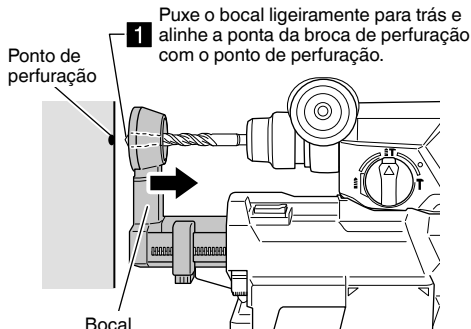

Fig. 10
- (1) Segure o bocal com a mão e puxe-o levemente para trás, depois alinhe a ponta da broca com o ponto a perfurar. (Fig. 10)